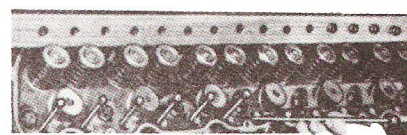

Fig. 9 — Desmontaje de Varillas de Válvula. Típico
8. Desmonte el eje de balancines. Desmonte las varillas de válvulas en el mismo orden en que están instaladas (Fig. 9).